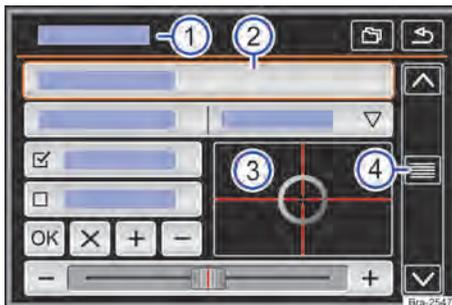

Fig. 110 Representação esquemática: vista geral das possíveis superfícies de função no display.
O aparelho está equipado com um touchscreen (tela de toque) → Fig. 110 ③.
As superfícies de função iniciam funções ou abrem outros submenus. Em submenus é indicado, na linha do título, o menu atualmente selecionado → Fig. 110 ①.